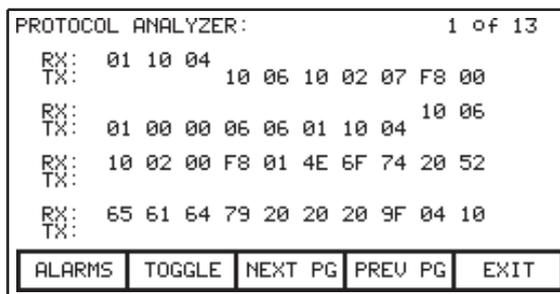

Figura 243 – Hexadecimales mostrados
- datos mostrados en formato hexadecimal (Figura 243)